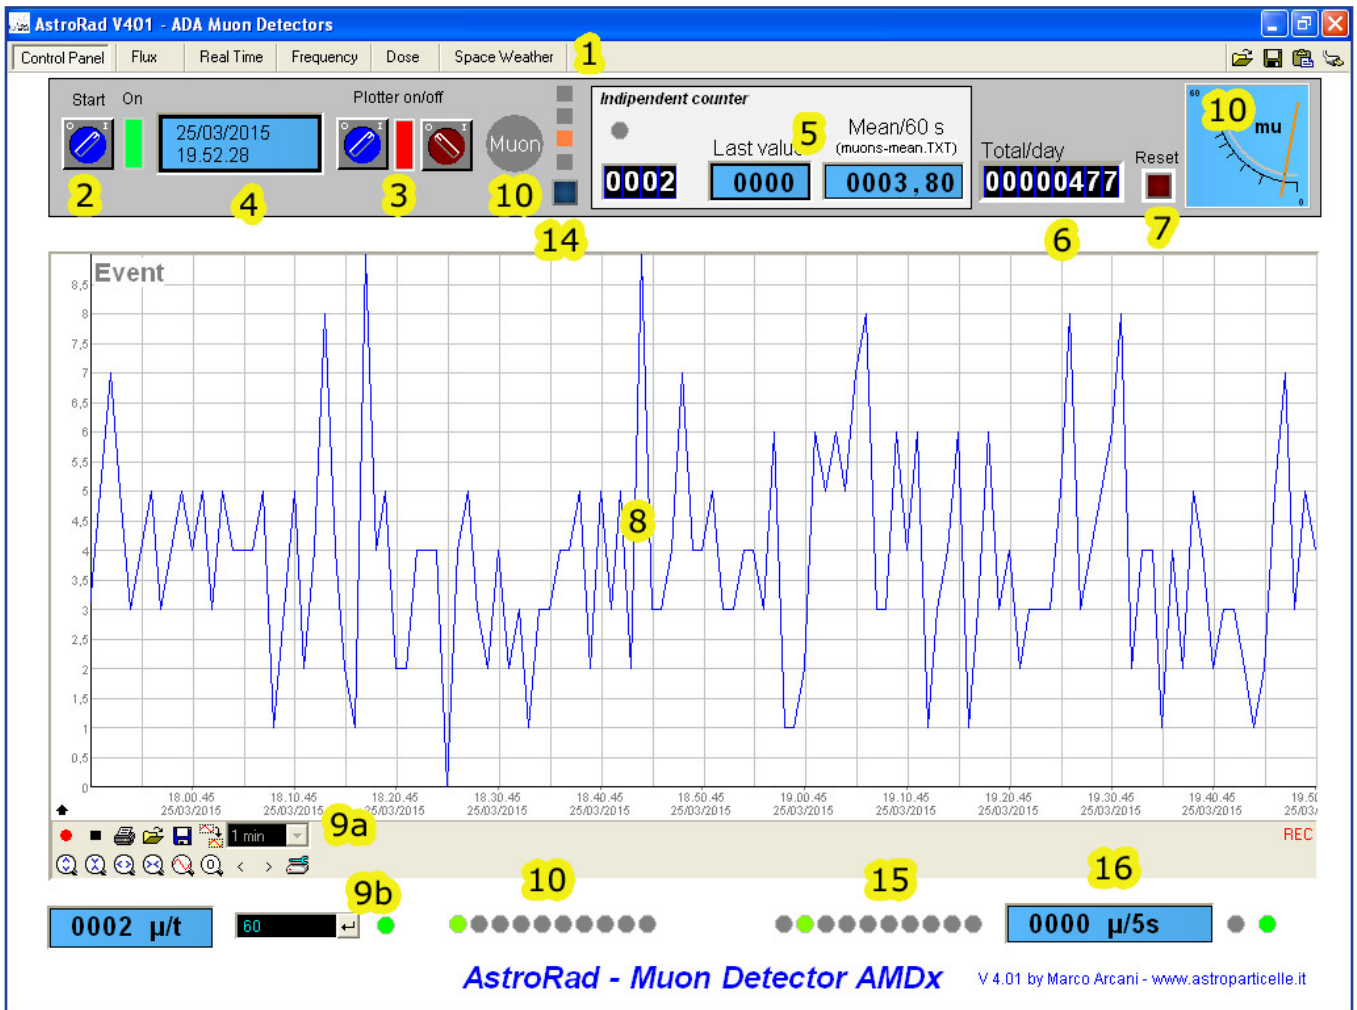

Figura 3
Se la porta è installata correttamente inizieranno a lampeggiare anche gli indicatori nella finestra del *software* (figura 3 e 4 - punti 10).
Il software è suddiviso in diverse schede: “**Control Panel**”, “**Flux**”, “**Real-Time**”, “**Frequency**”, “**Dose**” e “**Space Weather**” visibili nella barra in alto (figura 3-punto 1).
Per avviare la registrazione dei dati impostare su “I” il selettore blu *Start* (figura 3-punto 2), in questo modo il software attiva il contatore principale del flusso di particelle per tempo di campionamento. Questi dati vengono registrati sia nelle tabelle visibili nella scheda *Flux* che nei file *daily-data.txt* e *dd5sec.txt* che vengono scritti nella cartella : `c:\programmi\Astrorad_v302\Data`.
Per visualizzare un grafico in locale (figura 3-zona 8) selezionare su “I” il selettore blu *Plot* (figura 3-punto 3), inizierà la stampa del grafico a video (occorre qualche minuto), per fermare il grafico riportare su “0” il selettore blu e impostare su “I” il selettore rosso3. Il plotter è provvisto di diverse opzioni dove è possibile salvare o visualizzare i grafici salvati.
Il conteggio del rivelatore può essere fatto partire anche automaticamente tramite il timer/orologio (figura 3-punto 4), presente sempre nella scheda *Control Panel*; facendo doppio click sul timer stesso appare la finestra di dialogo relativa (in pratica il *timer* sostituisce il selettore *start*).
La sezione 5 di figura 3 è un contatore indipendente che fa il conteggio del flusso al minuto e la media aritmetica degli ultimi 5 minuti, esso è relativo ai file: *muons-mean.txt*, *time.txt* e *mobilaver.txt*.
Il contatore 6 di figura 3 conta gli eventi totali al giorno o da quando viene acceso lo strumento esso è azzerabile tramite il pulsante *reset* (7), inoltre si azzerava automaticamente ogni giorno alle 00.00.
Con la versione 3.02 è stato introdotto un contatore supplementare con base dei tempi fissa a 5 secondi (figura 3-punto 15 e 16), questo serve per un’analisi più accurata dei dati nel caso di eventi coincidenti tra più rivelatori. Il contatore genera il file *dd5sec.txt* che per ora non viene inviato su *server* ma rimane archiviato nella cartella “Data”.
Oltre che dai segnali luminosi, il passaggio delle particelle può essere segnalato tramite un segnale sonoro selezionabile attraverso il pulsante 14 (figura 3).
La tabella 25 registra: il numero sequenziale dell'evento registrato dal contatore 6 ( figura 3), il valore in Hz e secondi dell'intervallo tra le ultime due particelle, il numero di particelle (per questioni tecniche a